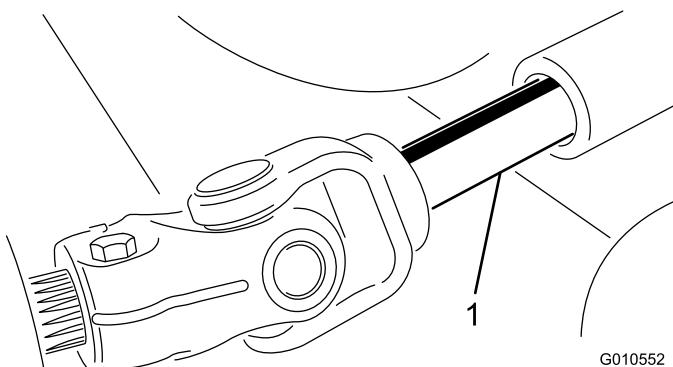

Figura 20
- Rode a unidade de corte afastando-a da unidade de tracção, separando as secções macho e fêmea do veio da tomada de força (Figura 20).
- Deslize o veio macho da tomada de força ao veio fêmea da tomada de força (Figura 20).